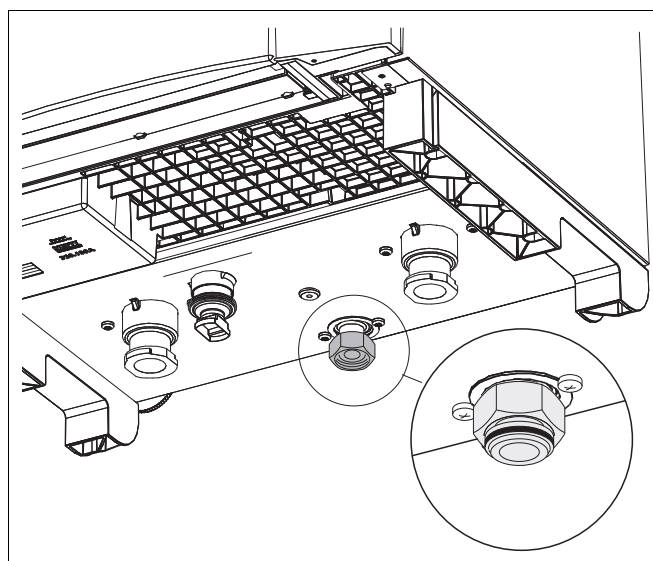

Fig. 13 Gummipakning
- Sørg for, at den flade gummipakning, som er formonteret fra fa brikken, sidder i skrueforbindelsen (mod kedlen) (fig. 13, lup).